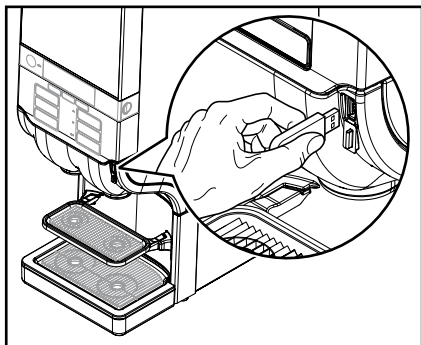

Рис. 34
- Вставить входящий в комплект поставки USB-ключ в USB-разъем автомата. (Рис. 34)